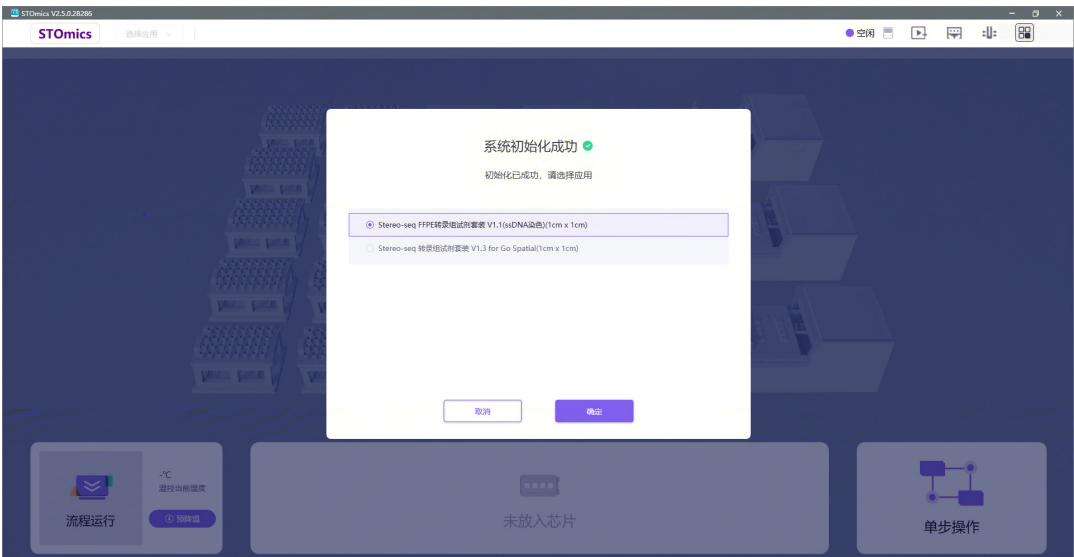

图 3-5 STOmics 软件应用流程选择
- d. 选择运行流程: 点击软件界面左上方的”请选择应用“下拉菜单, 选择“Stereo-seq FFPE 转录组试剂套装 (ssDNA 染色) (1cm x 1cm)” 并点击确定, 界面如图 3-5 所示;